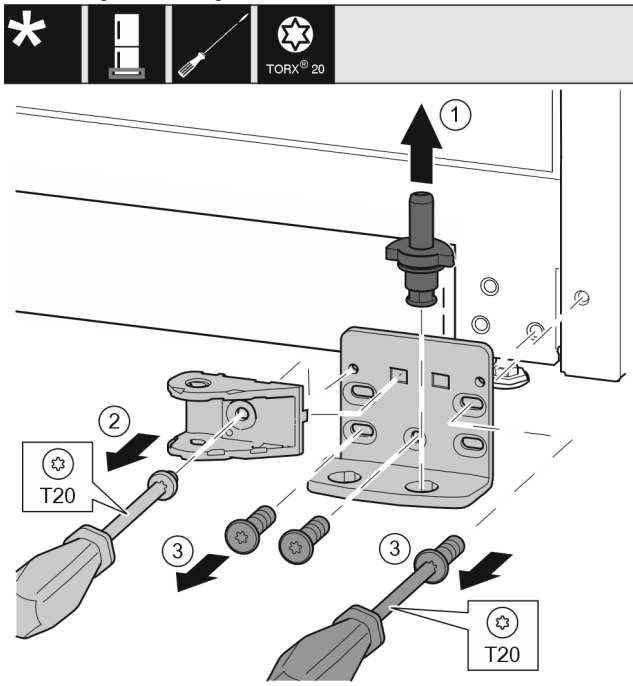

Fig. 45 \*
- ▶ Lagerbout Fig. 45 (1) volledig naar boven toe wegtrekken.\*
- ▶ Schroef Fig. 45 (2) met schroevendraaier er uit draaien en de sluitdemperverbinding wegnemen.\*
- ▶ Schroeven Fig. 45 (3) met schroevendraaier er uit draaien en het lagerbok wegnemen.\*